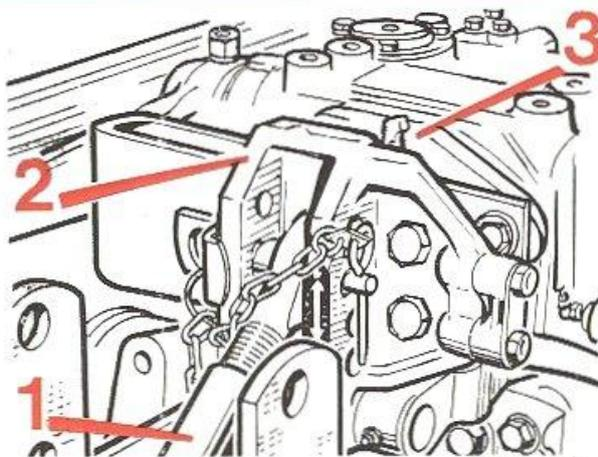

FIG. 46
— dans le 3^e trou pour les travaux lourds. Le coin de verrouillage (3) fig. 46 est libéré.